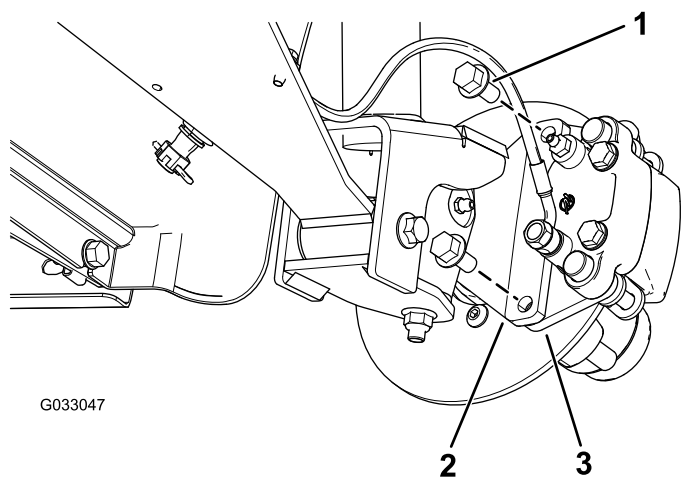
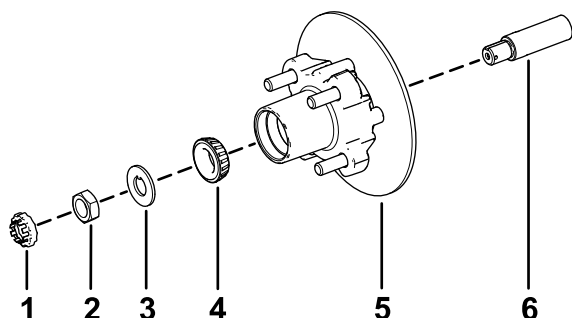

Figura 32
Figura 36
3. Retire os parafusos de cabeça flangeada ($\frac{3}{8} \times \frac{3}{4}$ pol.) que prendem o suporte para o conjunto dos travões ao eixo e afaste o travão do eixo (Figura 32).
1. Aplique uma leve camada do lubrificante especificado no eixo (Figura 36).
2. Monte o cubo e o rotor no eixo com o rotor interior (Figura 36).
3. Monte o rolamento exterior no eixo e coloque o rolamento na correia exterior (Figura 36).
4. Monte a anilha com patilha no eixo (Figura 36).
5. Enrosque a porca do eixo no eixo e aperte a porca com 15 N·m, enquanto roda o cubo para assentar o rolamento (Figura 36).
2. Alinhe as pastilhas dos travões com cada lado do rotor (Figura 32) e os orifícios no suporte da pinça com os orifícios na montagem dos travões da estrutura do eixo (Figura 36).
3. Prenda o suporte da pinça à estrutura do eixo (Figura 32) utilizando os dois parafusos de cabeça flangeada ($\frac{3}{8} \times \frac{3}{4}$ pol.).